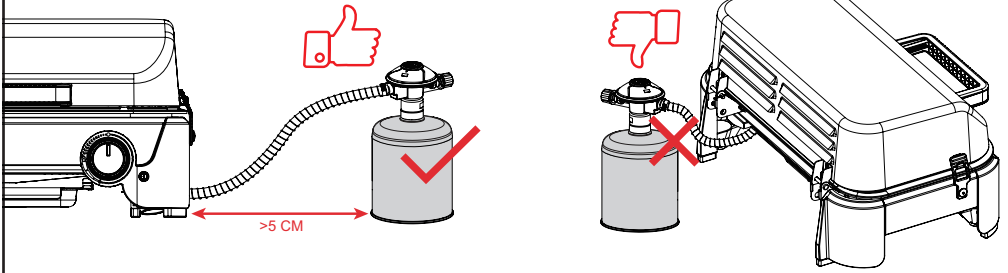

Fig. 8a
- Fermez le robinet du détendeur en tournant le volant de commande (1) dans le sens horaire du + vers le - (Fig. 8a, 8b & 8c).
- Ouvrez le robinet du détendeur en tournant le volant de commande (1) dans le sens anti-horaire du - vers le + (Fig. 8a, 8b & 8c).